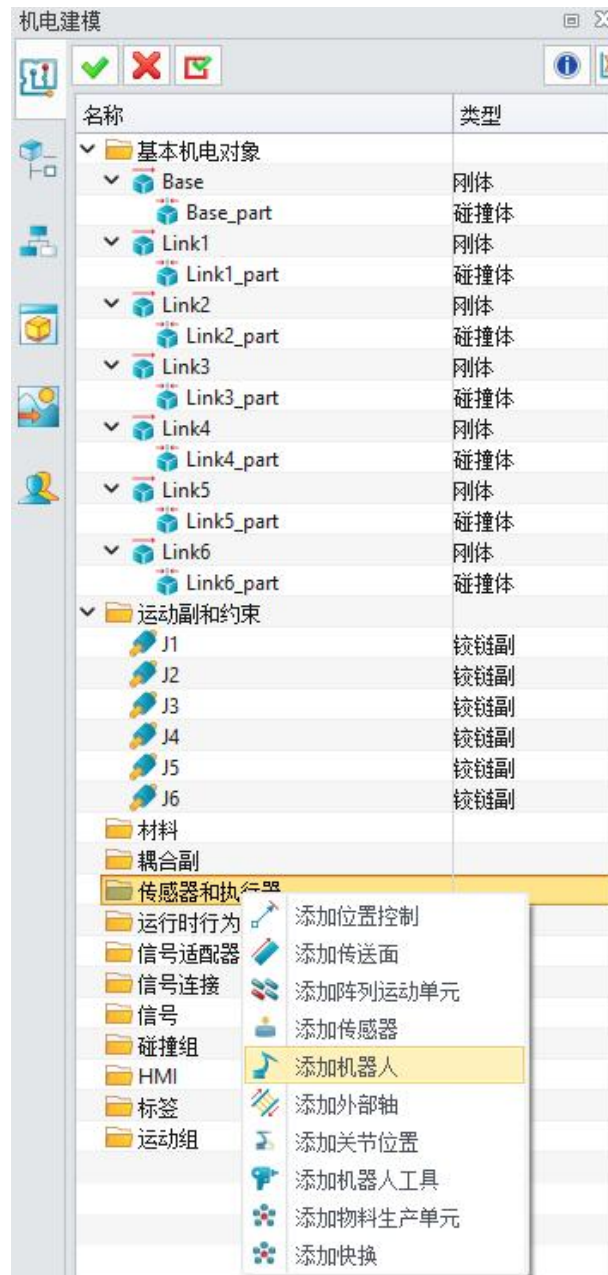

图 8-18: 添加机器人
- 按顺序创建机器人的六个关节，并细化六个关节的铰链副界面（图 8-18）。